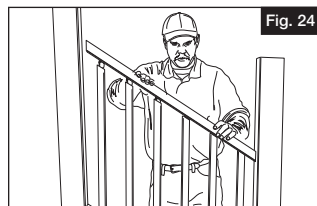

Fig. 24
- a. Placez le longeron supérieur pré perforé (D) en insérant le premier adaptateur de balustre (au bas du poteau) dans le balustre correspondant, en le mettant en place et en procédant vers le haut (Figure 24).